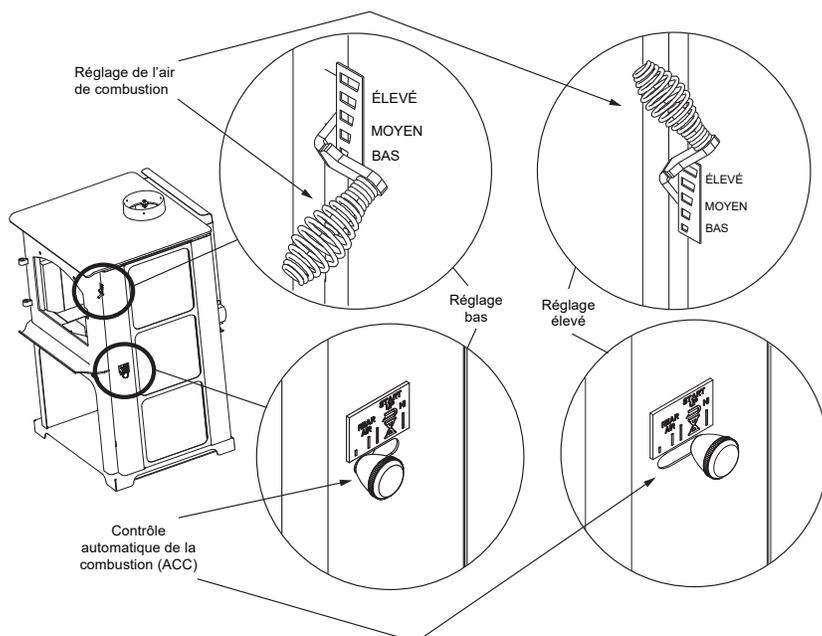

Figure 10.1
Ceci garantira un feu aussi propre que possible. Si les flammes s'éteignent, le taux de combustion est réglé à un niveau trop bas pour entretenir la combustion. Le réglage d'air situé dans l'angle supérieur droit sert à régler le taux de combustion. Il est appelé réglage de l'air de combustion (**Figure 10.1**).
Cette admission d'air est située en haut sur l'avant de la boîte à feu, près du bord supérieur de la porte vitrée. Cet air préchauffé fournit l'oxygène nécessaire au mélange des gaz non brûlés pour créer une deuxième, troisième et quatrième combustion. Cet air est régulé par le réglage de l'air de combustion. Lorsque la commande est déplacée vers le haut, elle est sur le réglage maximum. Si elle est déplacée vers le bas, elle est sur le réglage minimum (**Figure 10.1**).
- Activez ensuite le système de minuterie ACC en poussant le bouton en position élevée, complètement vers l'arrière de l'appareil, puis ramenez-le vers l'avant de l'appareil jusqu'à ce que le bouton s'arrête (**Figure 10.1 à la page 10**).